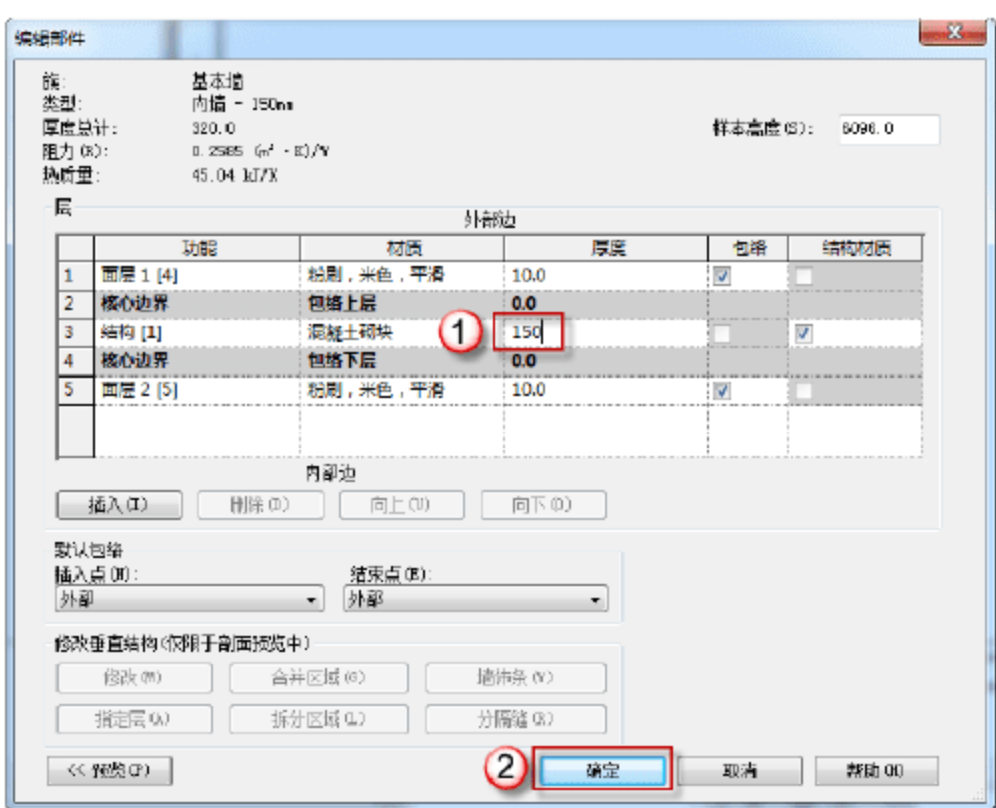

图 9.1.51 设置“结构[1]”的厚度
(24) 设置“结构[1]”的厚度。在返回的“编辑部件”对话框中，单击“结构”参数后的“编辑”按钮，在弹出的“编辑部件”对话框中，在“厚度”参数下，将结构[1]的厚度由“300mm”改为“150mm”，单击“确定”按钮，如图 9.1.51 所示。